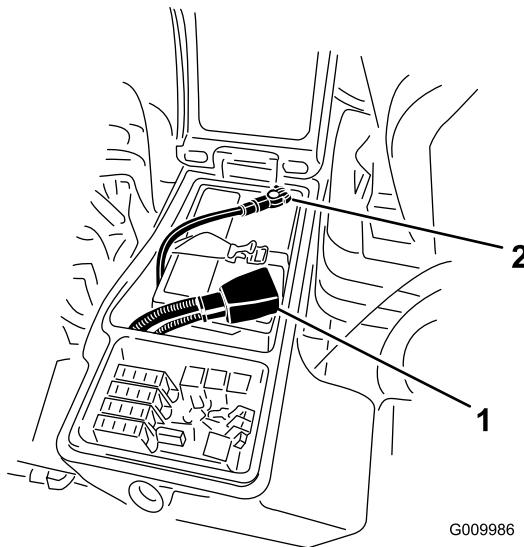

図 38
- 赤いケーブルをバッテリーの端子に、黒いケーブルはバッテリーの端子に固定する図 38ケーブルはキャップスクリュとナットで各電極に確実に固定すること。プラス端子が電極に十分にはまり込んでいること、ケーブルの配線に無理がないことを確認する。ケーブルとバッテリーカバーを接触させないこと。ショート防止のために端子にゴムキャップをかぶせる。